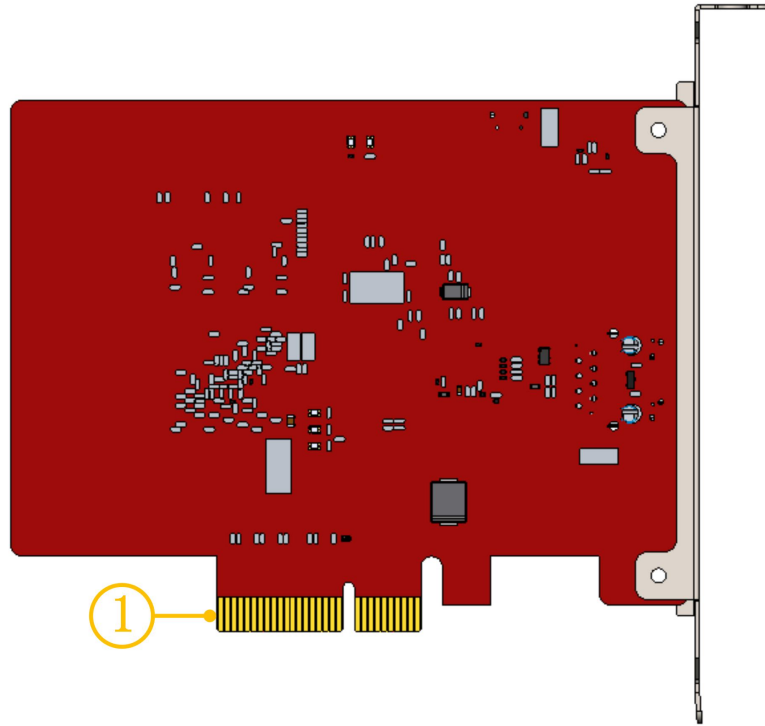

图 6 金手指接口图
BMC228X 主站卡 PCIE 物理接口为 X4(图 6 中①),可用于 X4, X8, X16 接口, BMC228X 主站卡 PCI Express 协议标准为 V2.0 (Gen2), 对主板的要求如表 2-3。